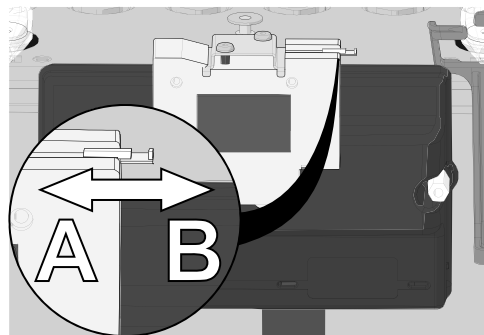

Abbildung 527. Entriegelungsgriff am Hauptschalter.
10. Entriegeln Sie den Hauptschalter, indem Sie den kleinen Griff auf der rechten Seite herausziehen. Ziehen Sie ihn in Richtung B, siehe Abb. 527.
12. Ziehen Sie den kleinen Griff auf der rechten Seite des neuen Hauptschalters heraus und positionieren Sie ihn auf dem Halter. Befestigen Sie ihn in der korrekten Position, indem Sie den kleinen Griff in Richtung A ziehen, siehe Abb. 527.